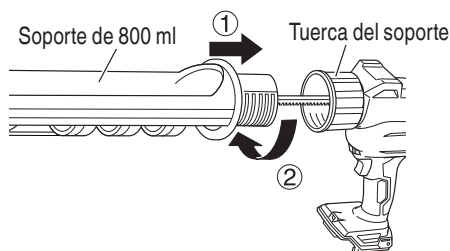

Fig. 16
- (2) Acople el mango del bastidor a la estructura mediante el tornillo.
- (3) Acople el soporte de 800 ml insertándolo en la tuerca del soporte y girándolo en la dirección de la flecha hasta que entre en contacto. (Fig. 16)